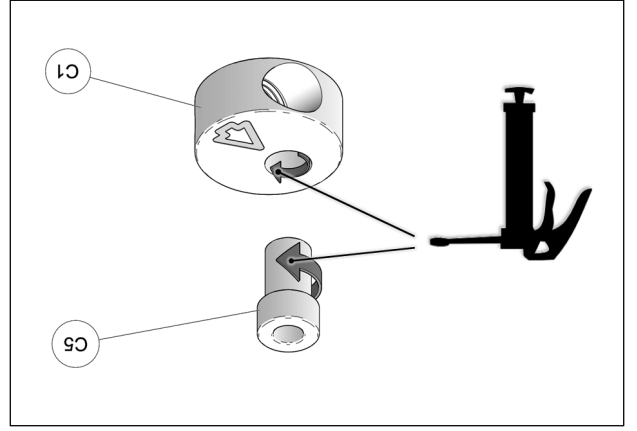

Fig. 24
12. À l'assemblage, les bagues espaceurs (C5) doivent être graissées. Appliquer une couche de graisse uniforme sur toute la circonférence de la bague espaceur et dans le logement du disque en aluminium (C1). Voir la Fig. 24